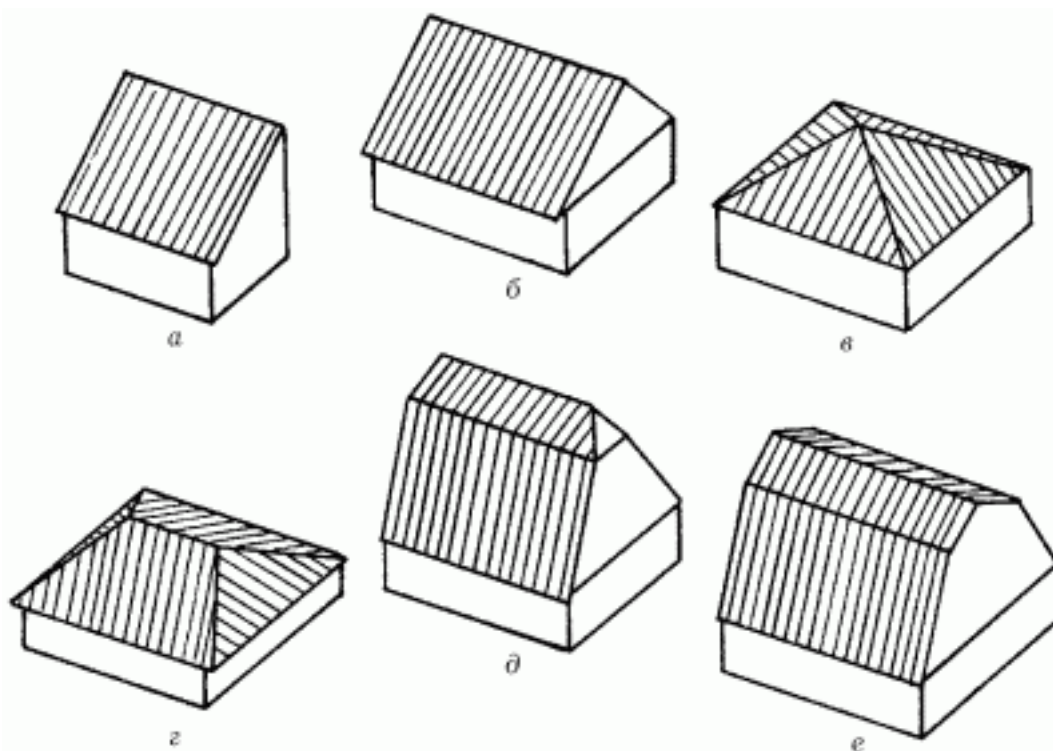

Рис. 74. Типы крыш: а – односкатная; б – двускатная; в – шатровая; г – вальмовая; д – полувальмовая; е – мансардная.
- односкатная, которая опирается на две противоположные стены, имеющие разную высоту (рис. 74, а);
- двускатная состоит из двух плоскостей, которые опираются на стены одинаковой высоты (рис. 74, б);
- шатровая, имеющая четыре одинаковых ската треугольной формы, вершины которых сходятся в одной точке (рис. 74, в);
- вальмовая, у которой боковые скаты трапециевидные, а торцевые скаты имеют треугольную форму (рис. 74, г);
- полувальмовая имеет срезанные вершины над торцевыми стенками в виде треугольников (рис. 74, д);
- мансардная, состоящая из двух пологих скатов прямоугольной формы и двух крутопадающих, соединенных между собой под тупым углом (рис. 74, е).